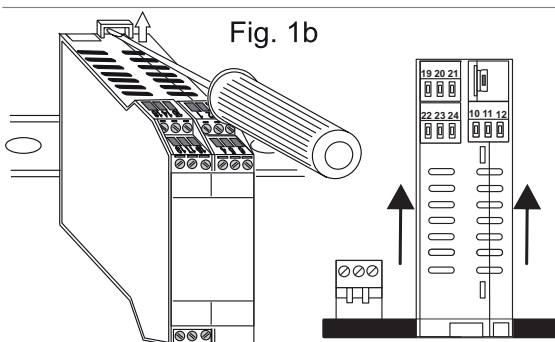

Fig. 1b
- 1) Verschieben Sie die beiden Haken auf der Rückseite des Moduls nach außen, wie auf Abb. 1b gezeigt.
Wie dargestellt auf Abbildung 1b: